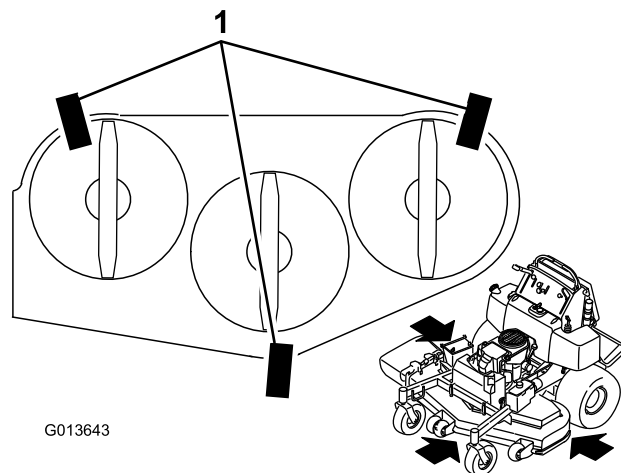

Figura 84
1. Coloque 3 listones de madera de 5x10 cm (2x4 pulg.) debajo de la plataforma del cortacésped, según se muestra en Figura 84. Coloque los listones de 5x10 sobre el lado de 10 cm (4 pulg.).